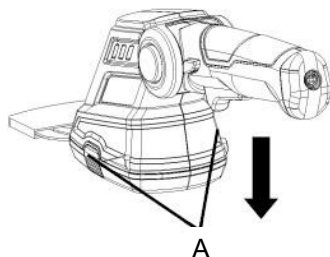

Fig. 9
1. Presione el interruptor de desbloqueo de la cuchilla y deslice la cuchilla para cortar pasto hacia abajo para retirarla, como se muestra. (Fig. 9)